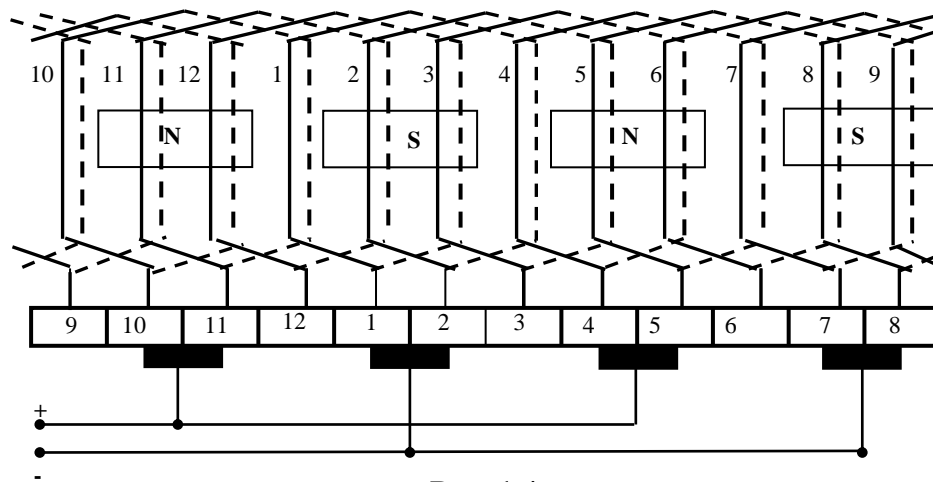

Рис. 1.4
6. Расположить на обмотке полюса. По центру каждого полюса начертить щётки. Щётки одной полярности соединить между собой (рисунок 1.4).